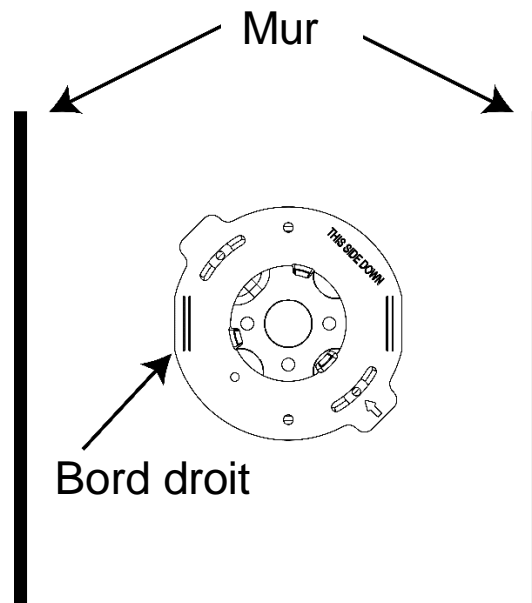

Figure 4
4. Utilisez les vis #8 fournies pour fixer le support de montage au plafond en les fixant à la boîte de jonction. Il y a deux fentes pour les trous de montage avec des diamètres de **2,75 pouces** et **3,5 pouces** pour s'adapter aux différentes tailles de boîtes J. Veillez à ce que le côté du support de montage portant le texte « **THIS SIDE DOWN** » soit orienté vers le sol. Si vous installez un luminaire **Square Saturn**, utilisez les bords droits du support de montage pour l'aligner. **Pour aligner un appareil carré parallèlement à un mur particulier, assurez-vous que le bord droit du support est parallèle au mur**, comme illustré à la *Figure 4*.